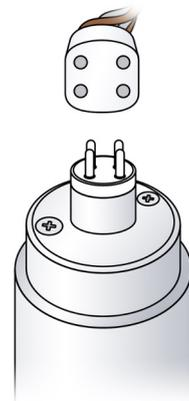

图 3
- 将灯管连接器连接到紫外线灯的末端，确保连接器与插针正确对齐。(参见上一页图 3)